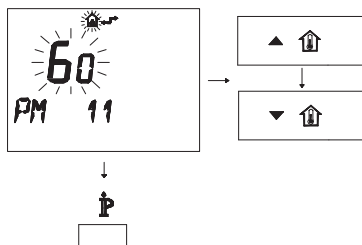

Figura 5.44
- Per modificare il SET programmato agire sui pulsanti ▲⏮ o ▼⏮ e aspettare che il numero programmato cominci a lampeggiare (Figura 5.44). Ogni passo incre-